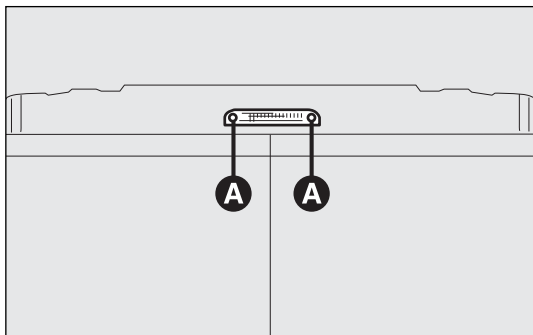

fig. 201
- quitar los dos tornillos de fijación A-fig. 201;